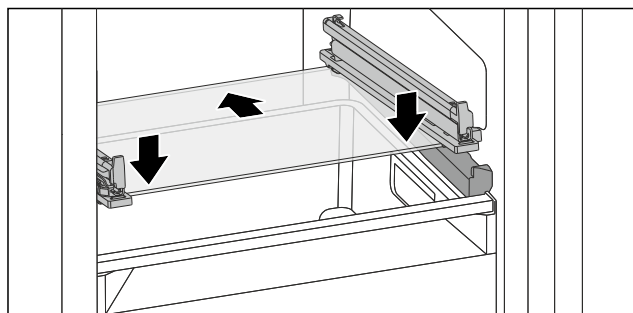

Fig. 108 Sklenená doska sklopnej zásuvky
- Nasad'te sklenenú dosku šikmo za zárážkami. (pozri Fig. 108)